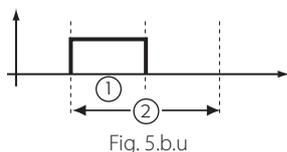

Fig. 5.b.u
- les compresseurs sont éteints, et ils ne seront réactivés que si le clapet a atteint 100% d'ouverture et selon le diagramme de régulation en fig. 5.b.t
- ensuite il modifie le diagramme de régulation (de Fig. 5.b.t à Fig. 5.b.s)
5. Dans le passage de On -> Stand by, été/hiver ou vice versa, le diagramme de régulation retourne à celui de Fig. 5.b.t.
Exemple freecooling**Activation/désactivation freecooling****Exemple freeheating****Exemple freeheating****Exemple freecooling opérationnel avec compresseurs activés****Légende Fig. 5.b.t:**